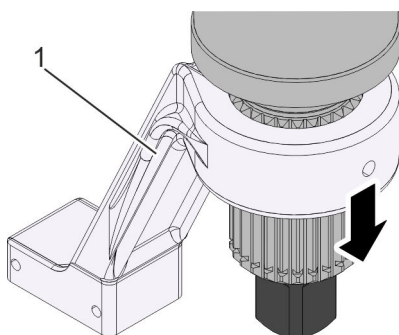

Bild 17: Demontera reaktionsarm
2. ➡ Demontera reaktionsarmen. För att göra detta, ta först bort låsringen och tryck reaktionsarmen (Bild 17/1) nedåt.